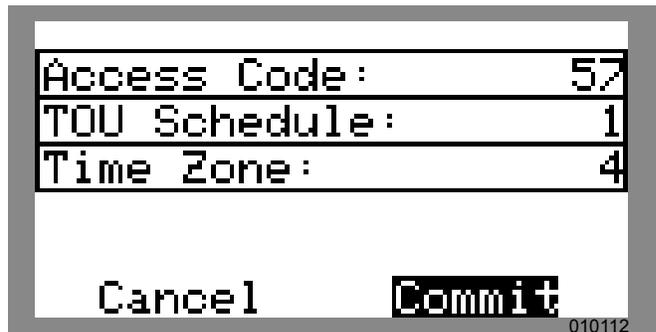

Figura 6-13. Configuración del programa TOU (4 de 4)
- Consulte la **Figura 6-13**. Para ingresar los cambios de todas las entradas, resalte Commit (Confirmar). Presione el botón central, luego use las flechas y el botón central para confirmar la opción.